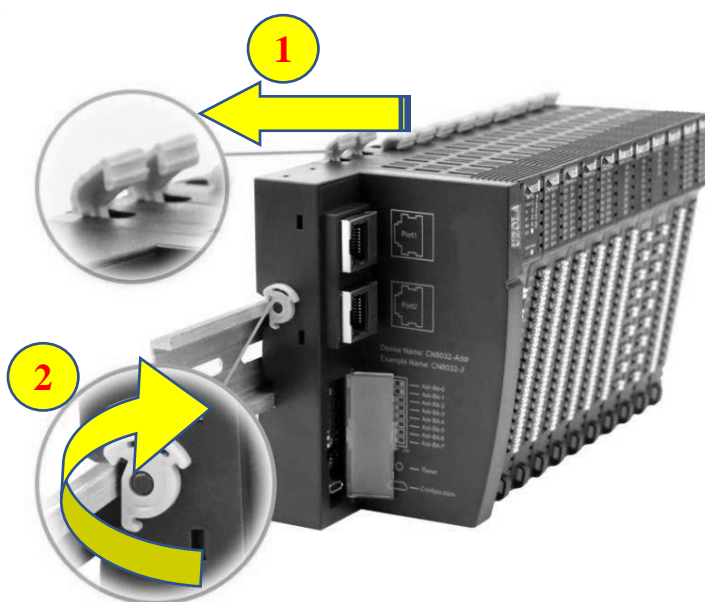

Рисунок 7
При снятии модуля с DIN-рейки, необходимо вручную отжать (разблокировать) защелку (1) на верхней панели модуля ввода-вывода. Для модуля сетевого адаптера необходимо отжать (разблокировать) защелку (2) на левой боковой панели против часовой стрелки (Рисунок 7).